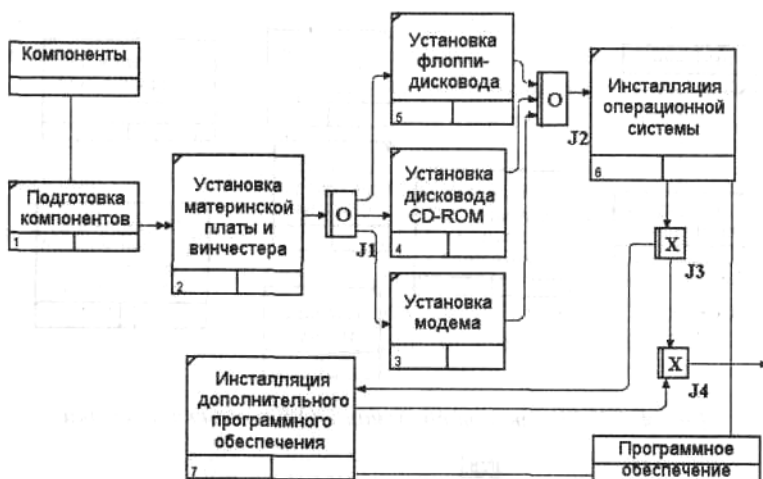

Рис. 4. Результат выполнения упражнения 7
Создайте два перекрестка типа исключающего "ИЛИ" (X) и свяжите работы, как показано на рис. 4.